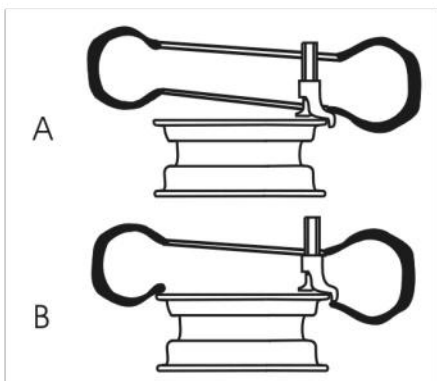

Fig. 27
- Réglez la position entre le pneu et la tête de montage / démontage, afin que le talon du pneu traverse la tête de montage / démontage. À la fin, le talon du pneu doit être placé sur la tête de montage / démontage, comme sur la Fig. 27-A; Au début de l'opération, le talon du pneu doit être placé sous la protubérance de la tête de montage / démontage, (Fig. 27-B).